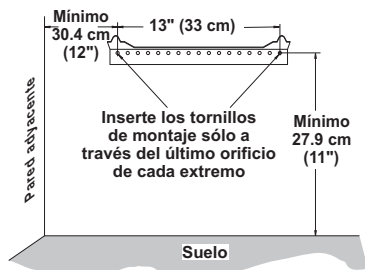

Figura 10 - Distancias mínimas del soporte de montaje
**⚠ ADVERTENCIA:** mantenga las distancias mínimas que se muestran en la figura 10. Si puede, proporcione distancias mínimas mayores con respecto al suelo y la pared de unión.
2. Marque las ubicaciones de los tornillos en la pared (consulte la figura 10).